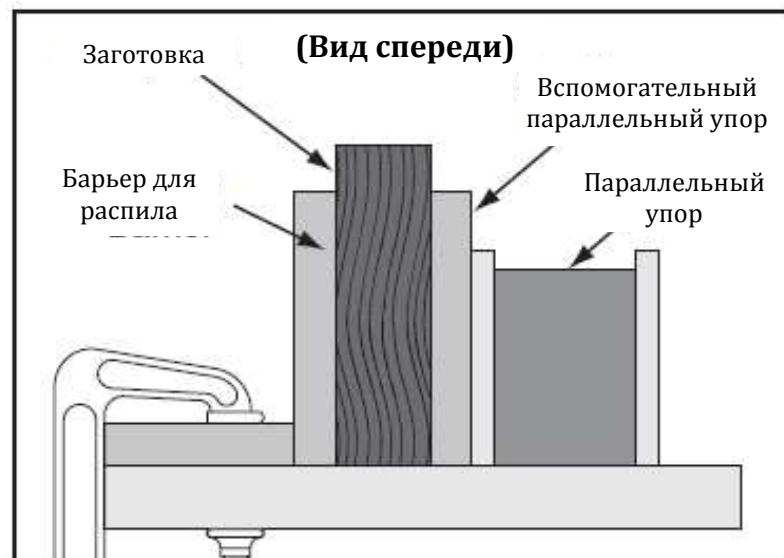

Рис. 57. Идеальная наладка заготовки для распиливания
5. Прислонить заготовку к вспомогательному упору и придинуть барьер для распила к заготовке, как показано на рис. 57. Теперь следует зажать струбцинами барьер к верху станка по обоим концам.